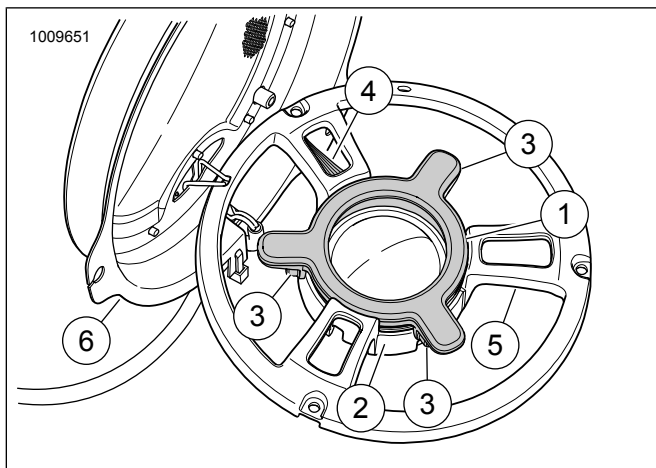

Figura 4. Parrilla del altavoz, puente del tweeter y luz LED
7. Consulte la Figura 4. Arme el puente del tweeter (5) a la parrilla del altavoz (6). Use los elementos de sujeción extraídos previamente.